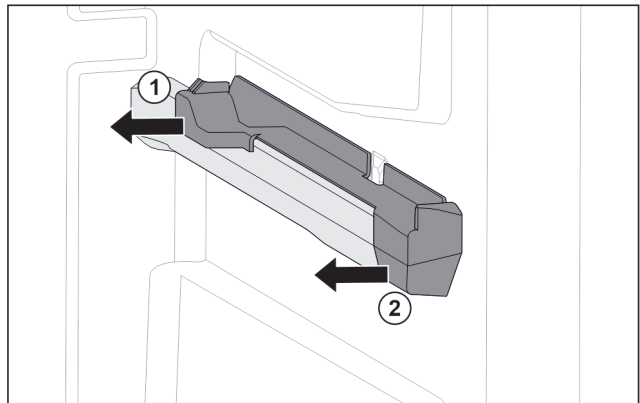

Fig. 25 Aufsteckteil auf der rechten Behälterrippe
- ▶ Aufsteckteil hinten zur Seite abziehen. Fig. 25 (1)
- ▶ Aufsteckteil vorne zur Seite abziehen. Fig. 25 (2)